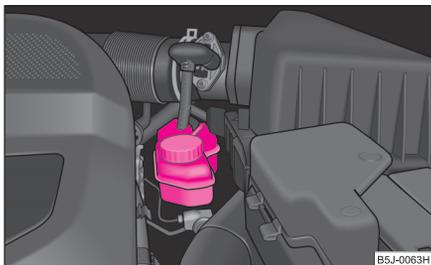

Abb. 160 Motorraum:
- Prüfen Sie den Bremsflüssigkeitsstand am Behälter ⇒ Abb. 160. Der Stand muss zwischen den Markierungen „MIN“ und „MAX“ liegen.